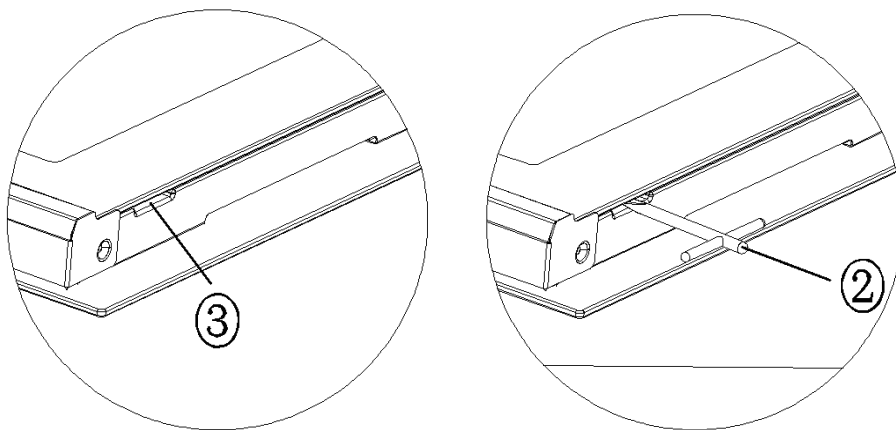

Figura 2
①: Vidrio interior
②: Herramienta puntiaguda (Introduzca en la ranura de desmontaje)
③: Ranura para desmontaje
1. Para incluir ②, la Figura 2 muestra cómo insertar una herramienta puntiaguda en la ranura de desmontaje.